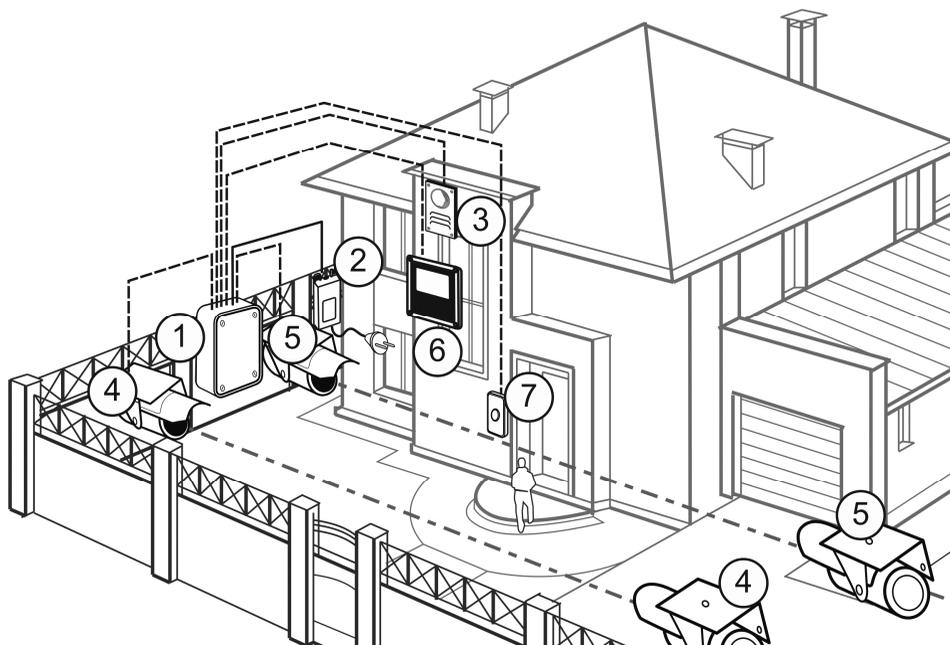

Рисунок 1 Рекомендуемое расположение контроллера и периферийных устройств
Выбор места размещения контроллера FRONTIER (1) (см. рисунок 1) определяется близостью расположения охранных извещателей (4, 5), которые будут к нему подключаться, а также минимальной протяженностью проводов от контроллера к основному охранному прибору.